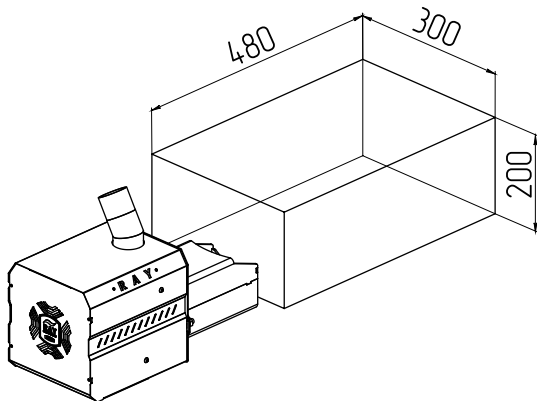

Рис.11. Минимальные габариты топки котла.
7.2.3. Минимальные габариты топки для установки приставной пеллетной горелки представлены на Рис.11.